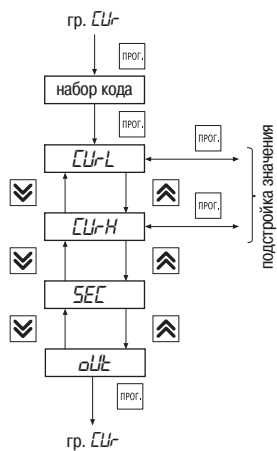

Рис. 22
**6.2.2.9. Группа «Cur»** предназначена для коррекции нижней и верхней границ выходного тока с токовым выходом 4...20 мА, если он установлен в приборе (рис.22). Код доступа для данной группы «\_\_11».